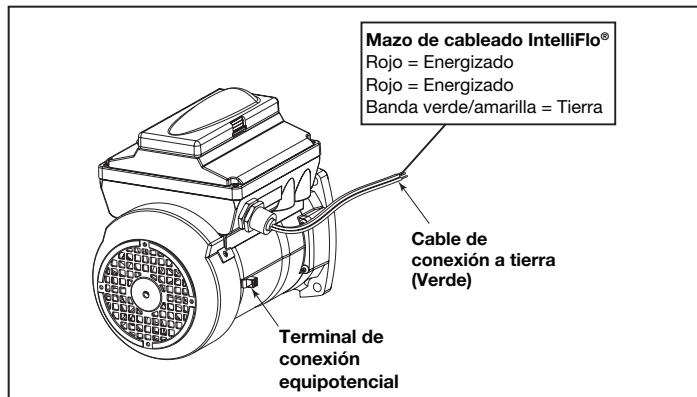

Figura 11. Conexión equipotencial externa de Pentair
6. Conecte a tierra el motor de manera permanente con el cable de conexión a tierra verde, como se muestra en la Figura 11. Utilice el tamaño y el tipo correctos de cable, según lo que especifican National Electrical Code® (NEC®) y Canadian Electrical Code (CEC®).
7. Conecte equipotencialmente el motor a la estructura de la piscina en conformidad con National Electrical Code (NEC) y Canadian Electrical Code (CEC). Utilice un conductor de cobre macizo n.º 8 AWG o más grande (EE. UU.). Tienda un cable desde la terminal de conexión equipotencial a la estructura de conexión equipotencial de la piscina, como se muestra en la Figura 11.
8. Conecte los cables rojo y negro de la bomba a las dos conexiones del lado de la línea en el relé de la bomba del filtro, como se muestra en la figura 11.